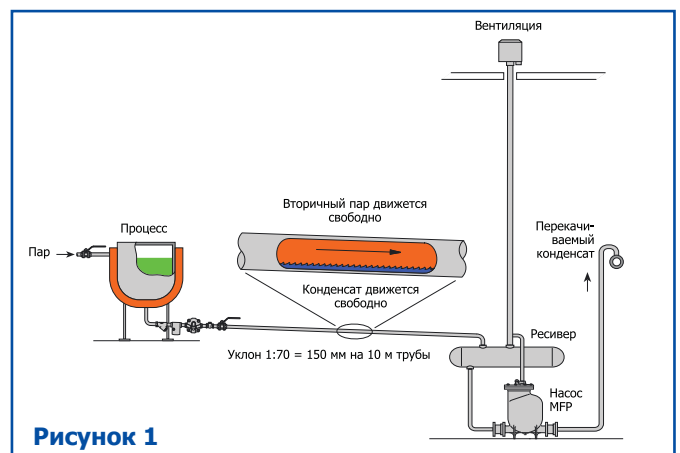

Рисунок 1
- Конденсатопровод должен иметь уклон в направлении потока (рис.1). Рекомендуется, чтобы уклон составлял не менее, чем 1 к 70 (150 мм на каждые 10 м). Уклон линии обычно заметен невооружённым глазом – если уклон не виден, значит, он недостаточен.